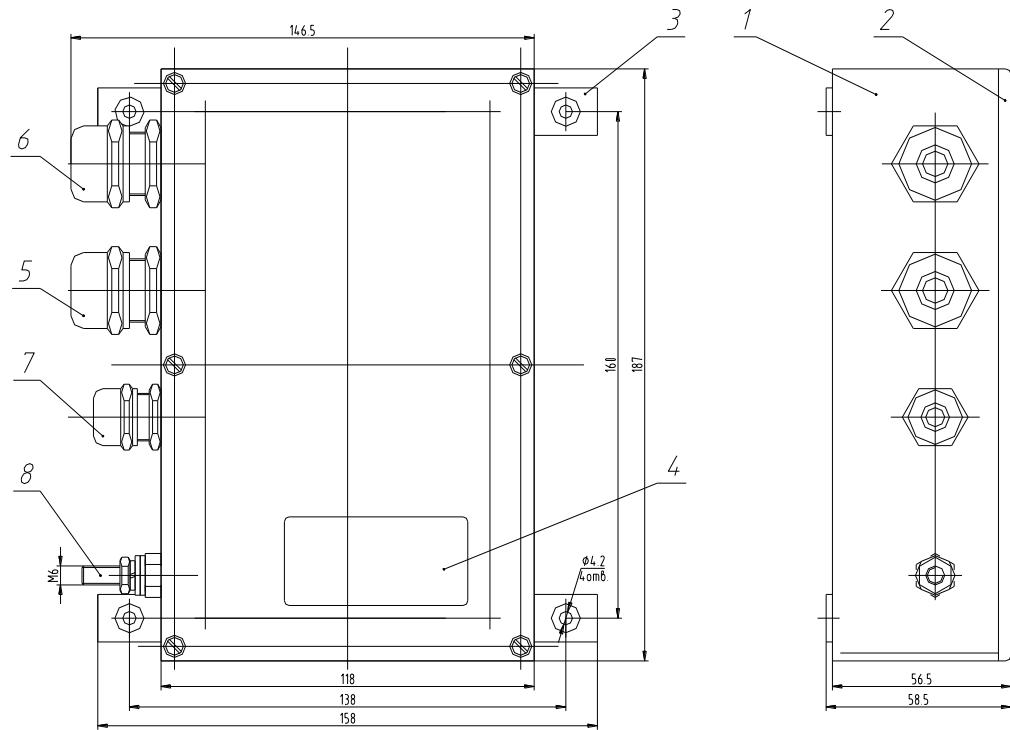

Рис.2 Сигнализатор уровня ПВ-СУ-201 внешний вид, габаритные размеры
1.3.2 Сигнализатор уровня ПВ-СУ-201 (рис.2) состоит из корпуса 1, крышки 2, крепежных лапок 3, окна индикации 4 и электронного модуля, расположенного внутри корпуса. Для подключения заземляющего проводника служит зажим заземления 8. На нижней стороне корпуса расположены три кабельных ввода 5, 6, 7.
2.1.8 Сигнализатор уровня ПВ-СУ-201 закрепляется четырьмя винтами M5 с тыльной стороны щита (см. рис.2). Для заземления корпуса сигнализатора уровня используется зажим заземления 8, снабженный знаком “земля”.